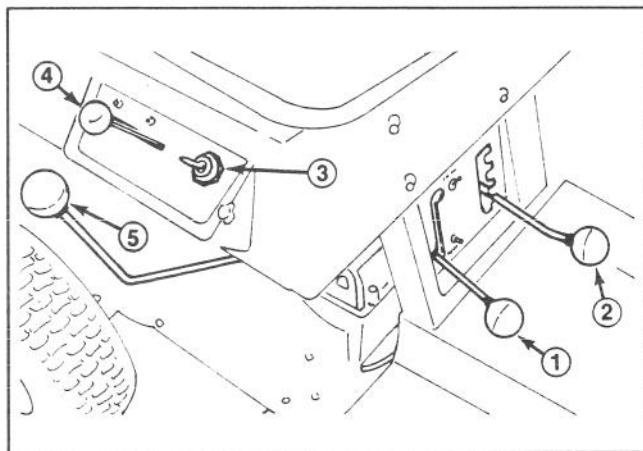

Abbildung 5
Gangschalthebel (Abb. 5)
Messerkontrollhebel (Abb. 5)
Gashebel (Abb. 5)
Schritthöhe (Abb. 5)
Zündschloß (Abb. 5)
2. Den Schalthebel auf NEUTRAL und den Messerkontrollhebel auf AUSGERASTET stellen (Abb. 5).
3. Den Gashebel zum Kaltstart auf CHOKE stellen (Abb. 5). Warme Motoren erfordern keinen Choke. Unter solchen Umständen, den Gashebel auf die SCHNELL-Stellung bringen.
4. Den Zündschlüssel (Abb. 5) auf START drehen. Sobald der Motor anspringt, den Schlüssel wieder lösen und den Gashebel auf eine Position zwischen SCHNELL und LANGSAM (Halbgas) stellen, wenn zum Anlassen Choke gewählt wurde.
1. Den Messerkontrollhebel in die AUSGERASTET-Auskerbung stellen (Abb. 5).
2. Die Schnitthöheneinstellung (Abb. 5) auf die gewünschte Höhe bringen.